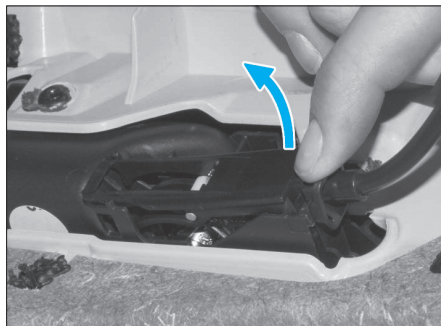

Fig. 43
- Décrocher le câble de commande d'ouverture sur la face intérieure de la garniture (Fig.43).